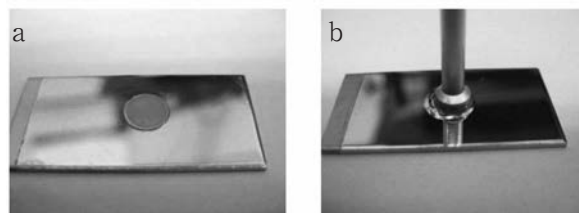

図1 スタッドピンによる密着強度測定後の試験片
直に接着し、めっき膜とスタッドピンを引っ張ることで密着強度を求める方法です。具体的には、あらかじめ片側にエポキシ樹脂系接着剤が塗布された市販のスタッドピンをめっき膜に垂直に立てたまま150℃の雰囲気中に60分保持することでめっき膜と接着します。このような試験片を専用治具に取り付け引張試験機により密着強度を求めます。測定後の試験片を図1に示します。めっきの密着性が良好な場合、めっき膜が剥離することなくスタッドピンとめっき膜を接着しているエポキシ樹脂が破壊します（図1a）。めっきの密着性が悪い場合、接着した箇所でめっき膜の剥離が起きます（図1b）。このようにめっき膜の密着強度がエポキシ樹脂の強度を下回る場合にめっき膜の剥離が生じ、試験時の最大強度が密着強度になります。②非導電性材料上のめっきは、JIS H 8630に規定されており、めっきをした平板上に、カッターナイフ等でめっき面に幅10mmで平行に切れ込みを入れ、めっき膜の端部を10mm程度剥がします。これを試験治具に取り付け、引張試験機により強制的にめっき膜を剥がします。その時の引張強度が密着強度になります。